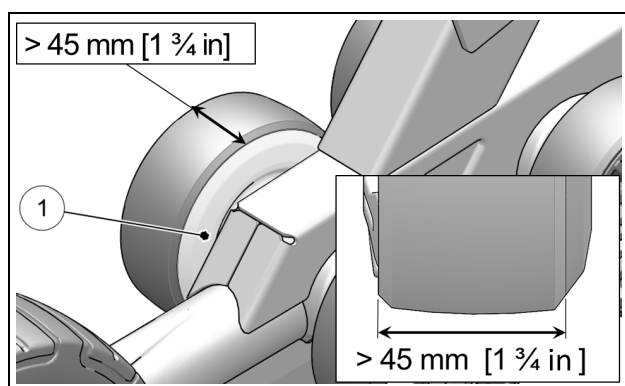

Abbildung 34
Überprüfen Sie den Abnutzungsgrad der Räder, besonders an der inneren Führungsleiste. Wenn die Innenseite (1) durchlöchert ist bzw. die Breite der Lauffläche des Rades eine Breite von weniger als 45 mm erreicht hat, muss das Rad ausgewechselt werden. Ein Rad, das übermäßig abgenutzt ist, bietet keine ausreichende Stützfunktion für die Führung der Raupenkette. Raupenkettens-Führungen können auch frühzeitig verschleifen. Abbildung 34.